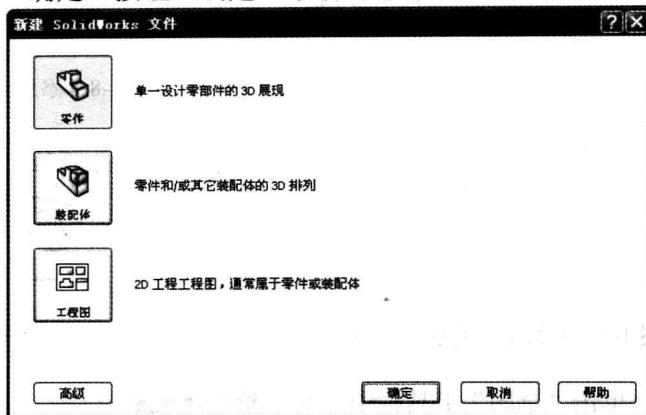

图 1-3 “新建 SolidWorks 文件”对话框
**Step2** 创建图形文件。单击菜单栏中的“文件”→“新建”命令，或者单击“标准”工具栏中的“新建”按钮，弹出如图 1-3 所示的“新建 SolidWorks 文件”对话框；单击“零件”按钮，然后单击“确定”按钮，创建一个新的零件文件。